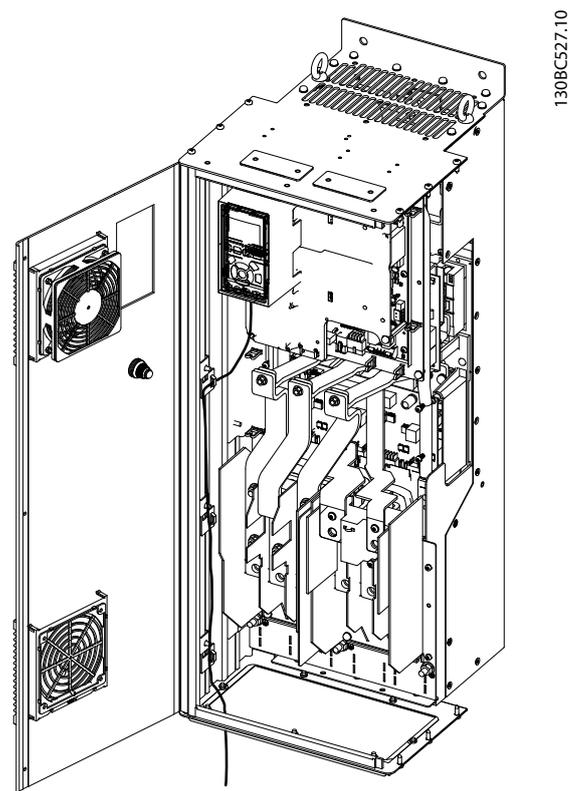

Abbildung 3.12 Verdrahtung für Gehäusetypen D, E und F
4. Befestigen Sie den Kabelschirm mit einer Kabelschelle oder einem Kabelbinder an der Metallgrundplatte, siehe *Abbildung 3.12*.
5. Befestigen Sie das Kabel und verlegen Sie dieses mit anderen Steuerleitungen in der Einheit, siehe *Abbildung 3.12*.